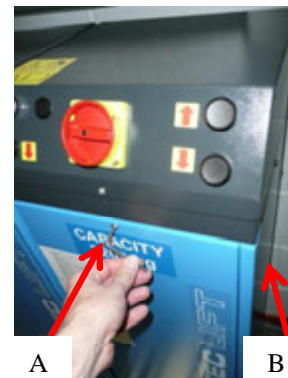

Fig. 17
- b. Maak de voorplaat (A) en de rechter zijplaat (B) los, door de inbusbout los te draaien. (Fig. 17).